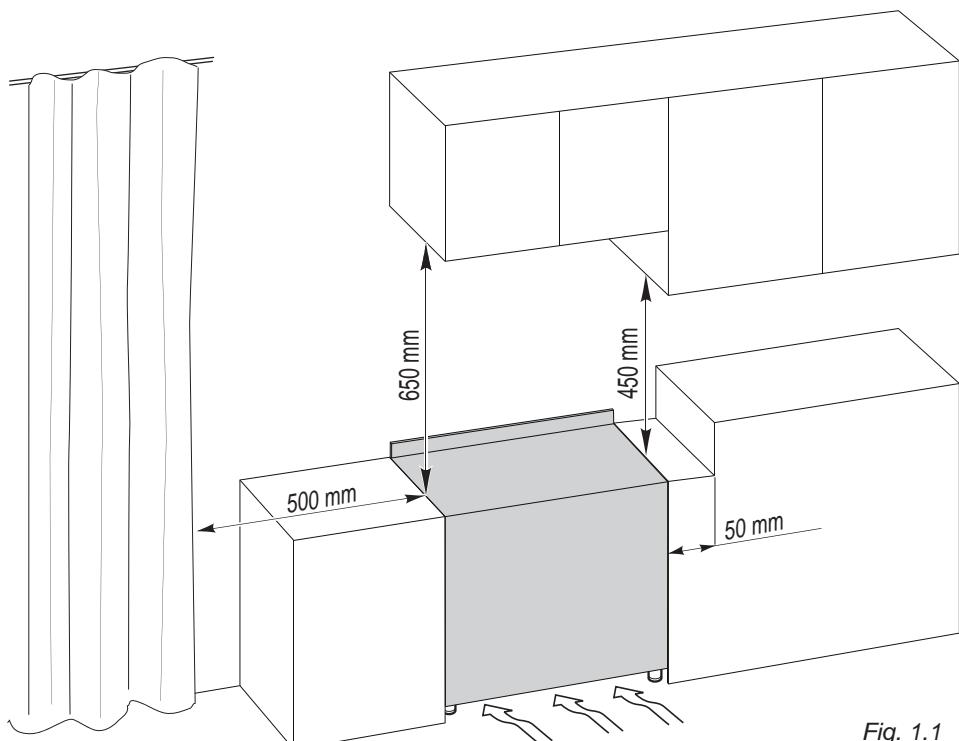

Fig. 1.1
**La cuisinière est de classe “2/1” en ce qui concerne la protection contre la surchauffe des surfaces environnantes** et elle peut être installée à proximité de meubles qui ne dépassent pas la hauteur de la table de cuisson de la cuisinière (fig. 1.1). Si la cuisinière est installée près d'un meuble qui est plus haut que le dessus de la table de travail de la cuisinière, un espace d'au moins 50 mm doit être aménagé entre le côté de la cuisinière et le meuble.